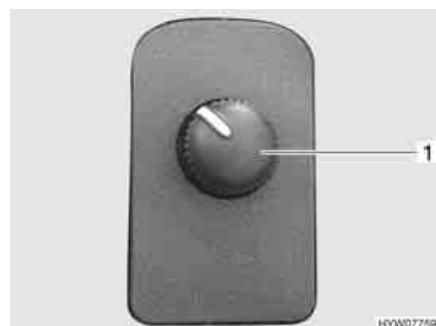

Fig. 19 Interruttore per gli specchietti esterni a regolazione elettrica
- Selezionare lo specchietto da impostare. A tal fine premere l'interruttore girevole (Fig. 19,1) verso sinistra oppure verso destra.
- Premendo l'interruttore (Fig. 19,1) regolare lo specchietto nella posizione corrispondente.